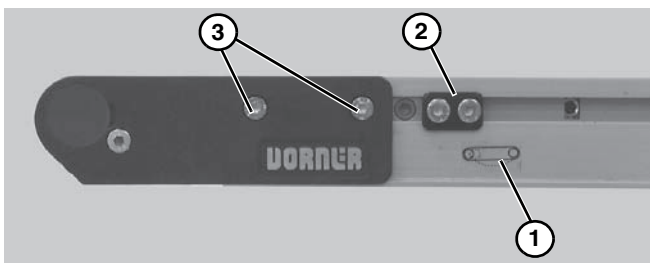

Figure 23
6. En el extremo de tensión del transportador, identificado con una  etiqueta (**Figure 23, item 1**): En ambos extremos del transportador, afloje y mueva los medios de alineación de leva (**Figure 23, item 2**) (si dispone de este equipo) alejándolos de las placas superiores, luego afloje los tornillos de fijación (**Figure 23, item 3**) y empuje hacia dentro el conjunto de la placa superior.